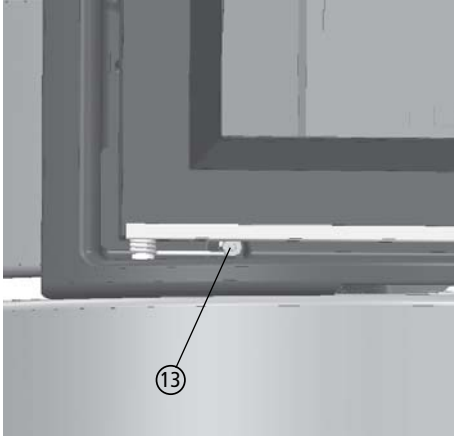
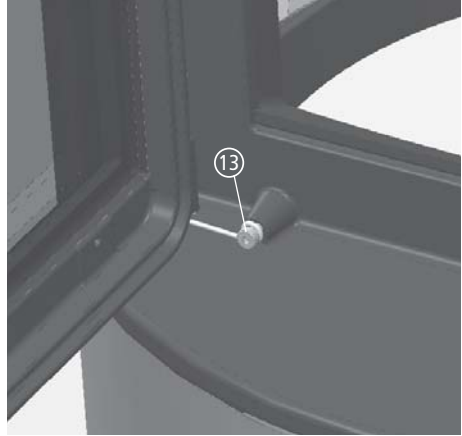

Fig. 3.11 Tendre le ressort de porte
Fig. 3.12 Ressort de porte tendu
- ① Ouvrir la porte de foyer et la soulever légèrement côté charnière ; en cas de porte à fermeture automatique, d'abord détendre le ressort de porte, voir Fig. 3.11 et Fig. 3.12,
- ② faire basculer la porte hors de la charnière vers l'avant et vers le bas ; ce faisant, bien maintenir la porte par le bas,
- ③ enlever la porte de foyer vers le bas.
Lors du démontage de la porte de foyer, le ressort de porte est détendu. Le ressort ne doit pas être démonté, mais doit être retendu après le montage de la porte de foyer (voir aussi Fig. 3.11 à la page 23).